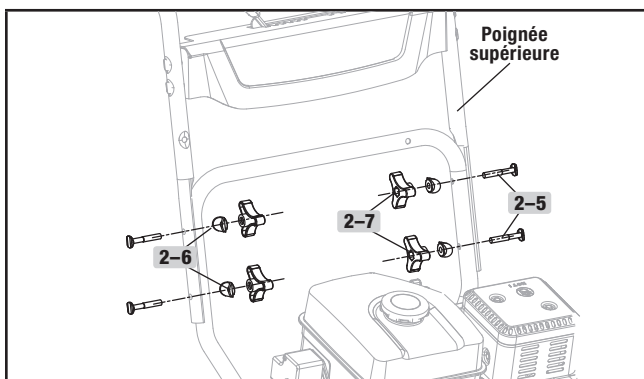

Figure 4
2. Reliez la poignée supérieure à la poignée inférieure au moyen des boulons (2-5), des rondelles (2-6) et des molettes de verrouillage (2-7) (figure 4).